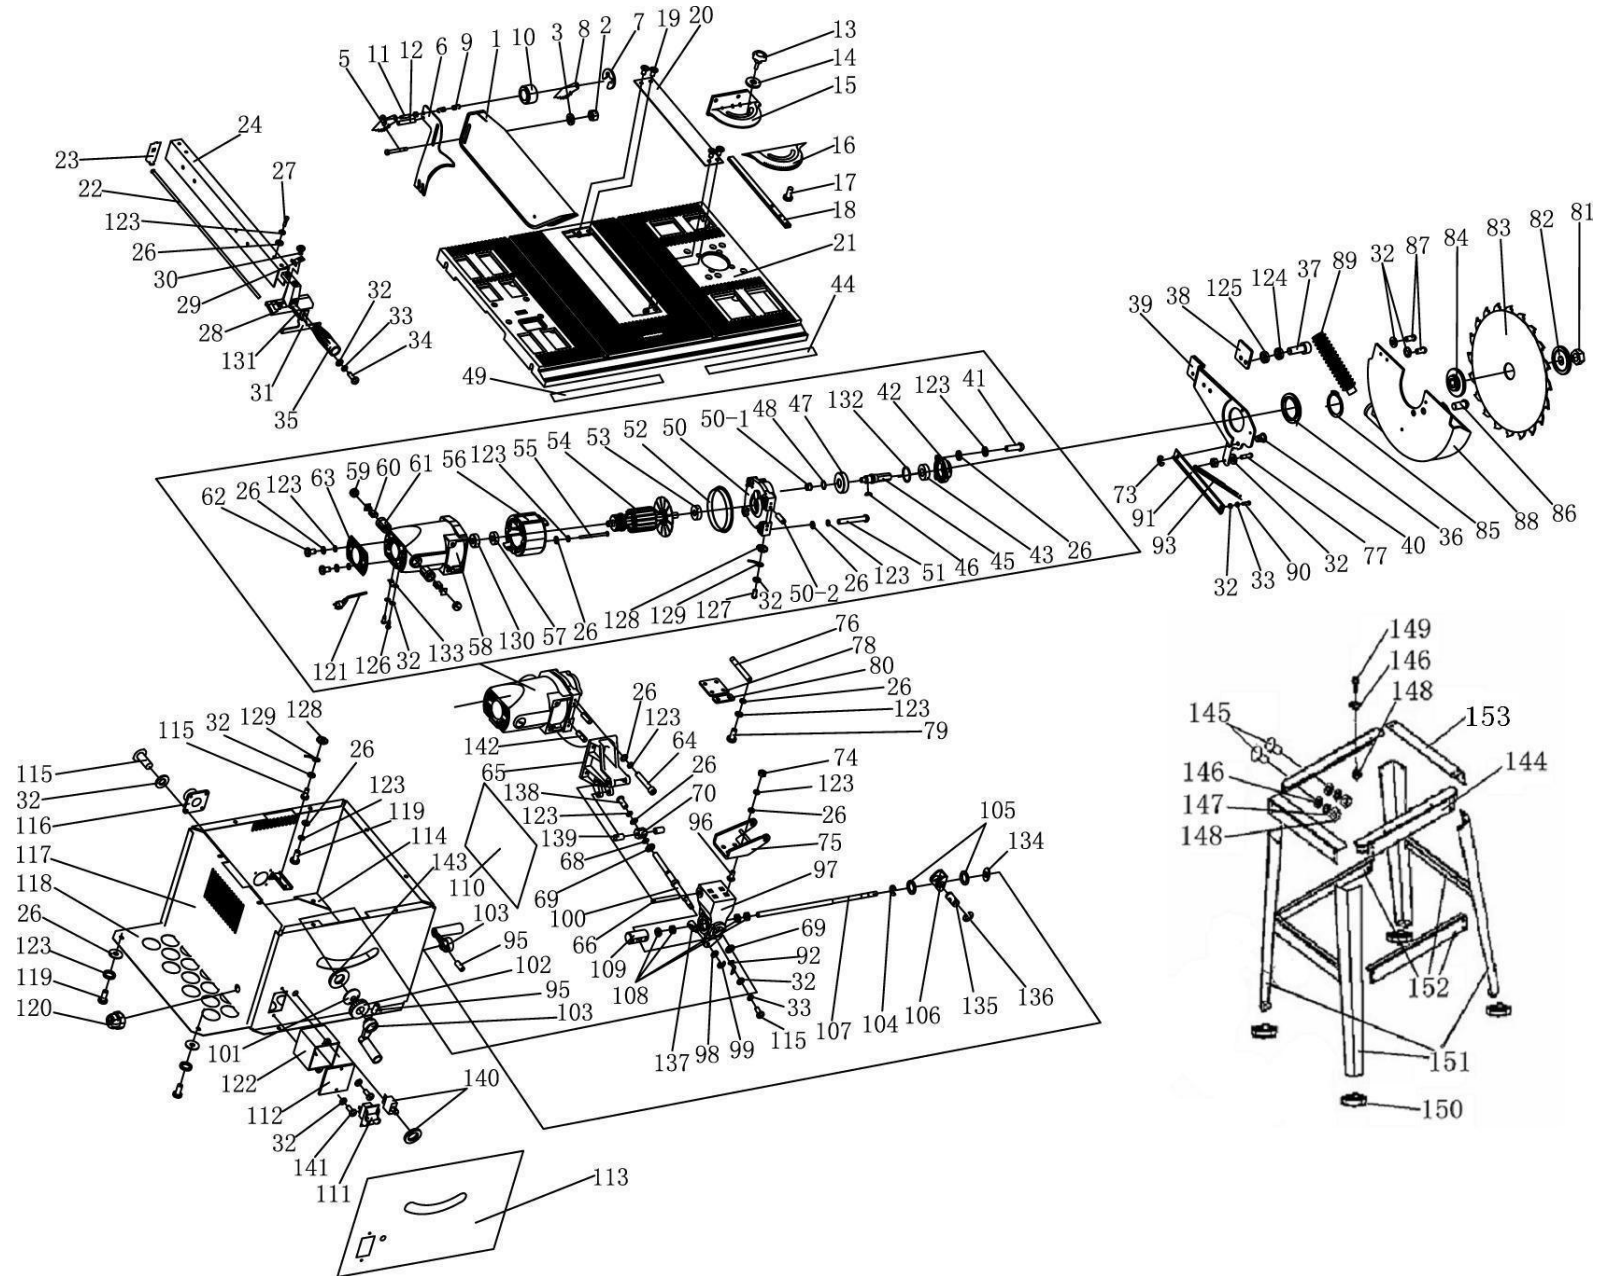

Рис. 1
- ослабьте контргайку (27a) и вращая гайку (27), отрегулируйте положение пильного диска, соответствующее углу наклона в 45° относительно плоскости стола.
11.1.4. Регулировка указателя шкалы (Рис.1).
12. ОСНОВНЫЕ ОПЕРАЦИИ (РИС.1)
Детали сборки «Корвет 11» (Рис. 1)